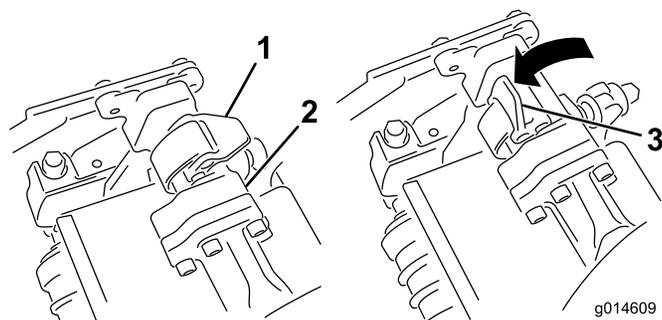
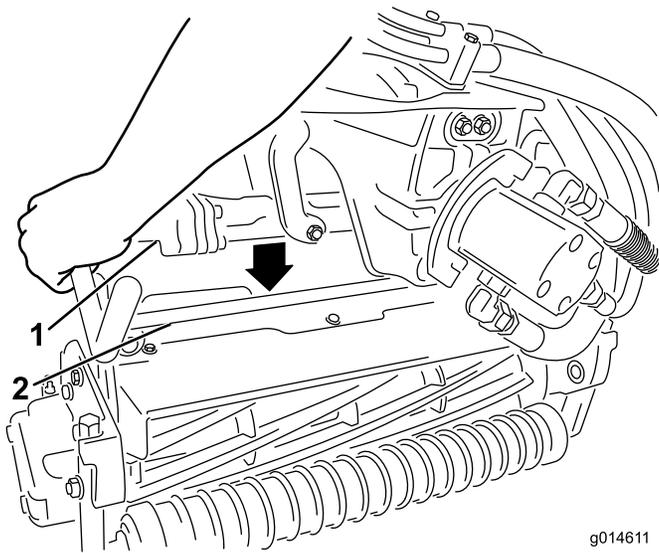

図 13
図 14
9. サスペンションアームのバーについているラッチを上向き開いた状態にして(図 13、サスペンションアームを押し下げて、バーを、カッティングユニットのバーの上に被せるようにする図 14。
10. ラッチを下げて閉じるとカuttingユニットのバーがロックされてユニットがアームにセットされる図 13。